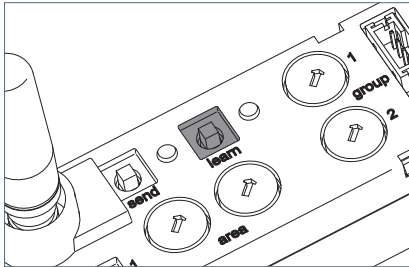

Fig. 22: Taste „learn“
- ▶ Drücken Sie die Taste „learn“ und halten Sie die Taste fünf bis zehn Sekunden gedrückt, bis die LED „learn“ schnell blinkt, siehe Fig. 22.